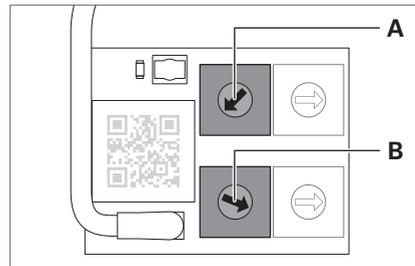

Fig. 6: Deux codeurs rotatifs pour l'affectation aux zones.
- ▶ Pour régler la première position de droite de l'adresse de la zone à deux caractères et hexadécimale, positionnez le codeur rotatif **A** sur la valeur souhaitée, voir Fig. 6.